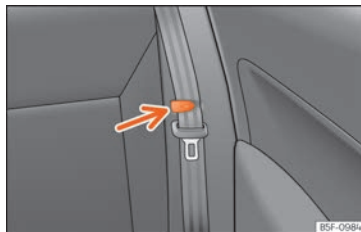

Abb. 162 Bügel zum Halten des Sicherheitsgurtes.
- Befestigen Sie die seitlichen Sicherheitsgurte am Halter der Verkleidung » **Abb. 162**.